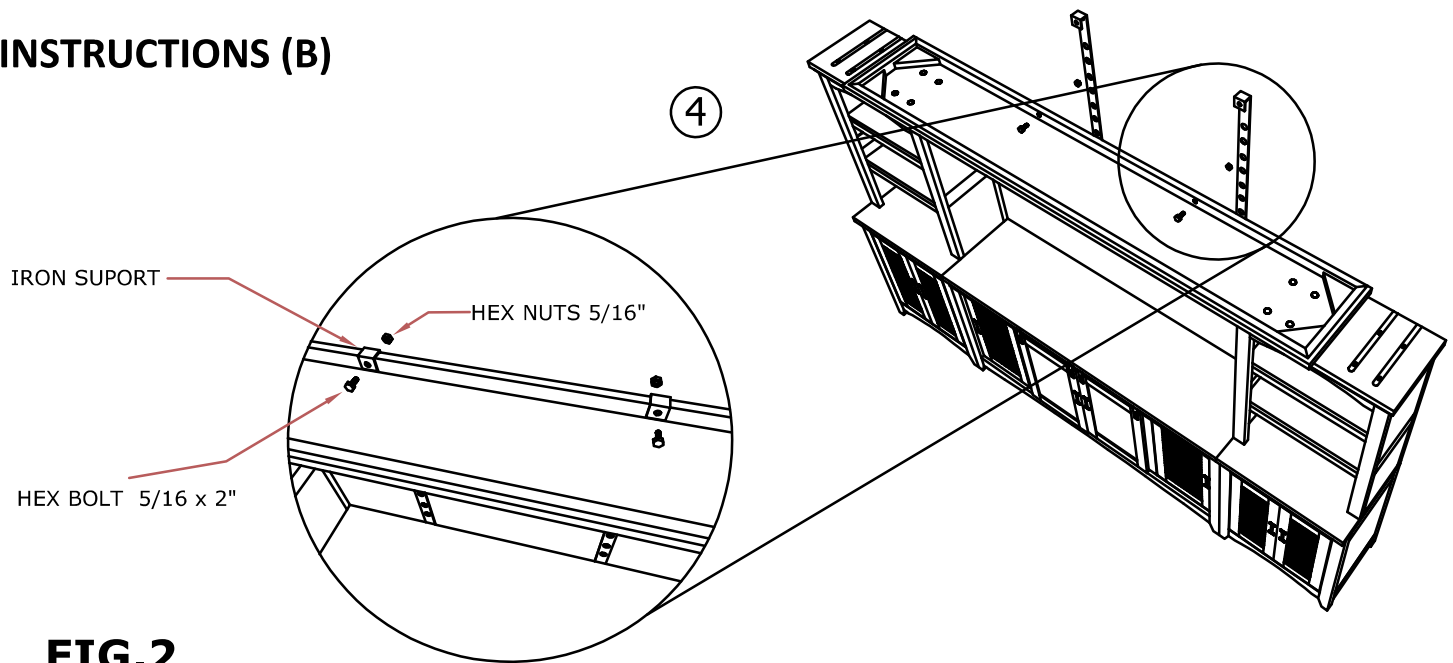

FIG.2
4.- HOOK UP THE IRON SUPORT ON THE BRIDGE TOP ALIGNING THE HOLES IN THE TOP AND SCREW AS SHOW IN FIG.2